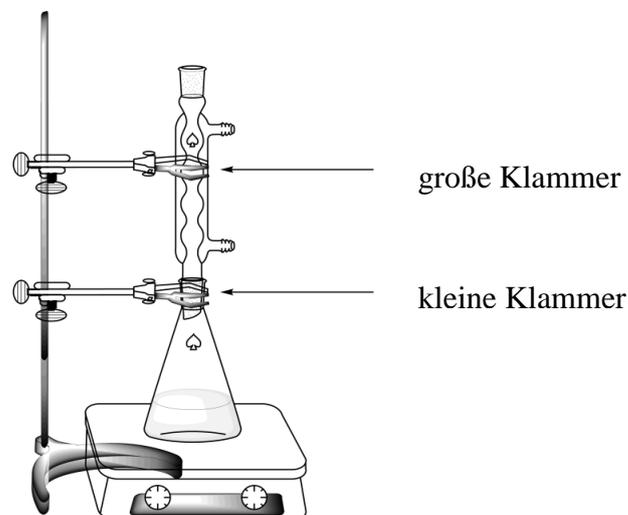

Abb. 1. Apparatur zum Erhitzen der Reaktionsmischung unter Rückflusskühlung
- Schließen** Sie den Rückflusskühler an, indem Sie die große Klammer lockern und eine Schliffverbindung herstellen (siehe Abb. 1). **Halten** Sie Ihre HELP-Karte in die Höhe. Die Laboraufsicht wird Ihnen dann die Wasserkühlung und die Heizplatte einschalten.
2. **Führen** Sie die Umkristallisation des Rohproduktes im 50 mL Erlenmeyerkolben mit **Schliff** mit der notwendigen Menge dieser Wasser/Ethanol-Mischung durch. Verwenden Sie den gleichen apparativen Aufbau wie für das Rückflusskochen (siehe Abb. 1). **Halten** Sie Ihre HELP-Karte in die Höhe. Die Laboraufsicht wird Ihnen dann die Wasserkühlung und die Heizplatte einschalten. Geben Sie bei Bedarf das Lösungsmittel über die obere Kühleröffnung zu.